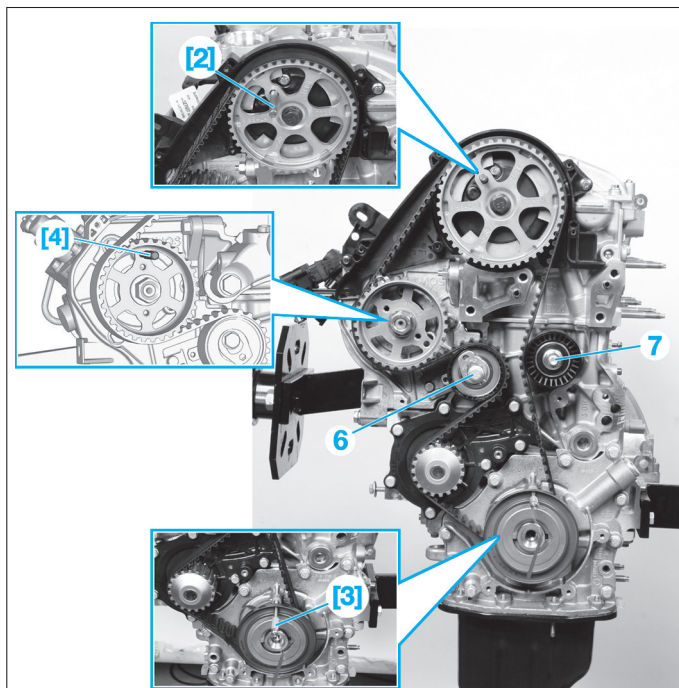

Fig. 11
- Mettre en place les piges de calage [2], [3] (Fig.11).